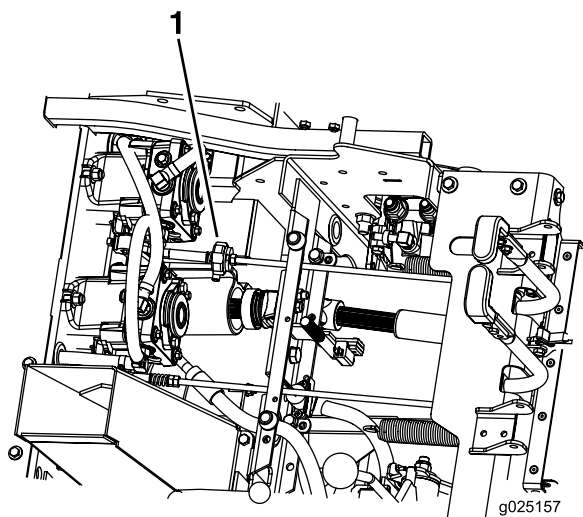

Figure 44
6. Assurez-vous que la machine ne se déplace pas au point mort quand le frein de stationnement est desserré (Figure 44).